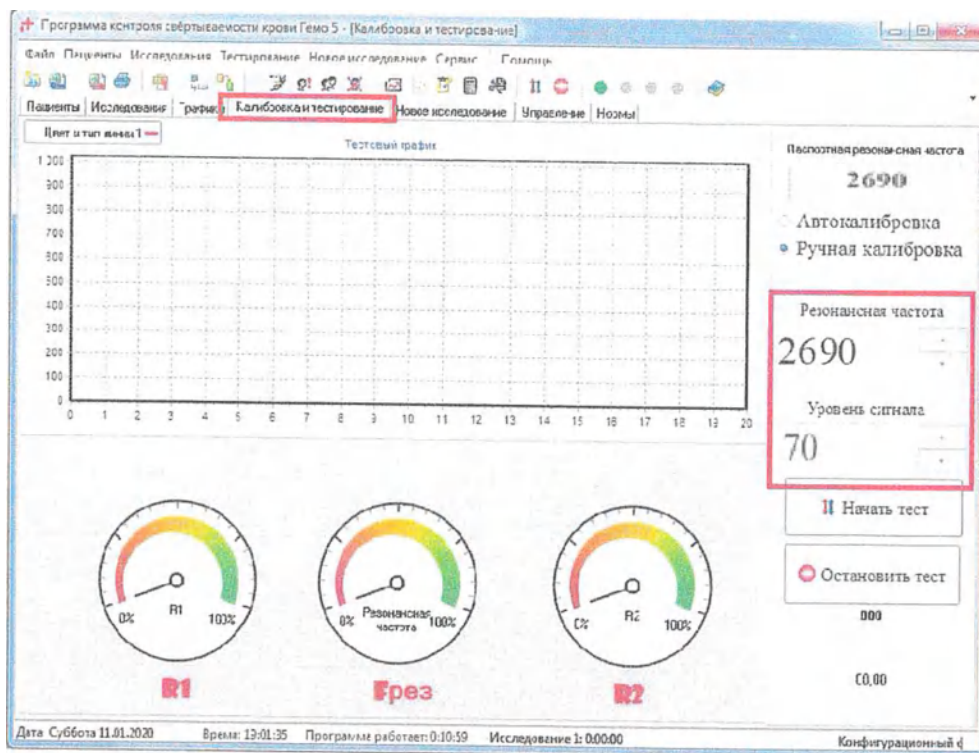

Рисунок 20 – Окна резонансной частоты и уровня сигнала
- В окна «Резонансная частота» и «Уровень сигнала» вводим паспортные значения Резонансной частоты и Уровня сигнала, выделив соответствующее окно (рисунок 20);